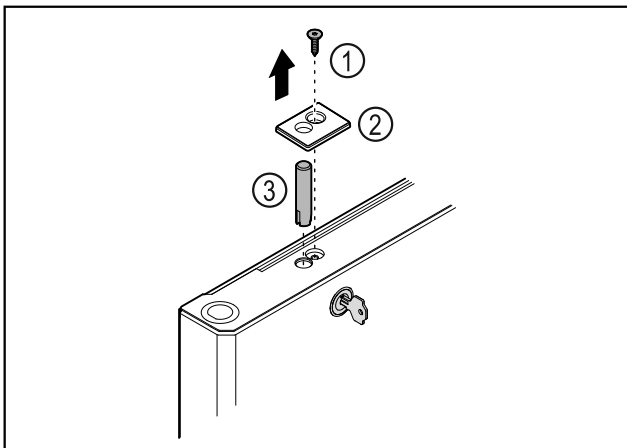

Fig. 33
- Retirer la vis Fig. 33 (1).
- Décrocher le cache Fig. 33 (2) avec un petit tournevis et le retirer.
- Retirer l'axe de la serrure Fig. 33 (3).